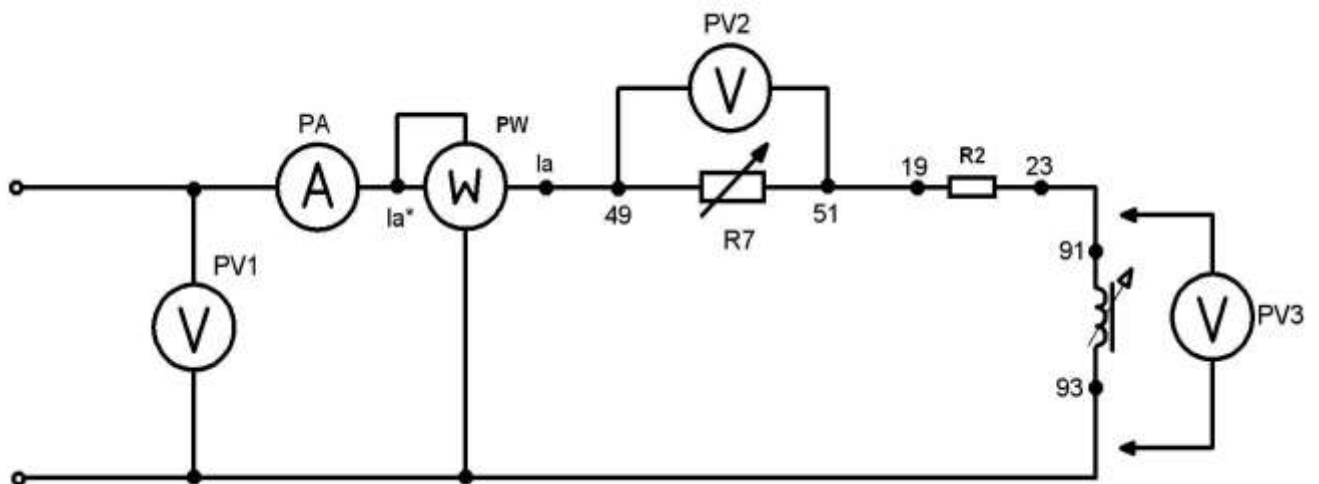

Рисунок 6
1. Начертить схему цепи, рисунок 6